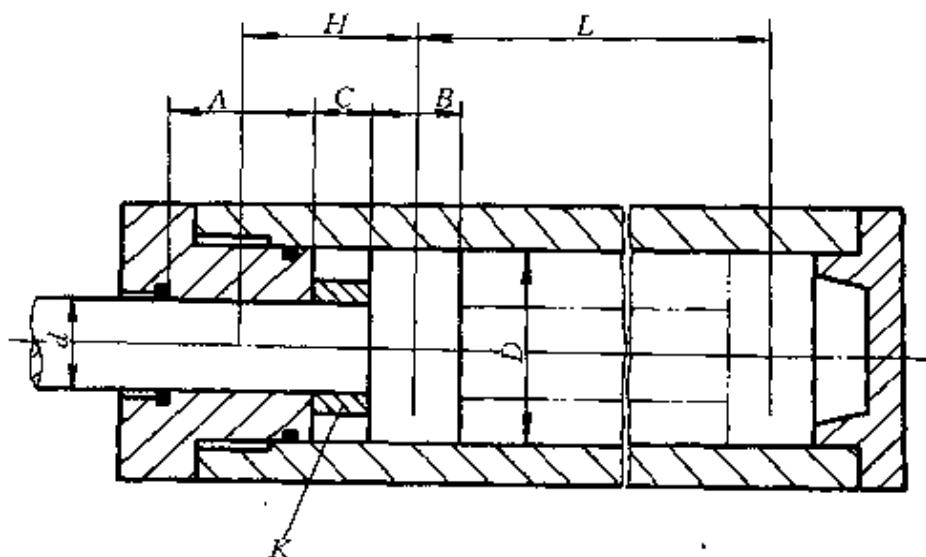

图 4-25 最小导向长度
(2) 确定最小导向长度  $H$  当活塞杆全部外伸时, 从活塞支承面中点到导向滑动面中点的距离称为最小导向长度  $H$ , 如图 4-25 所示。如果导向长度  $H$  过小, 将使液压缸的初始挠度(间隙引起的挠度)增大, 影响液压缸的稳定性, 因此设计时必须保证有一最小导向长度。对于一般的液压缸, 当液压缸的最大行程为  $L$  缸筒直径为  $D$  时, 最小导向长度为